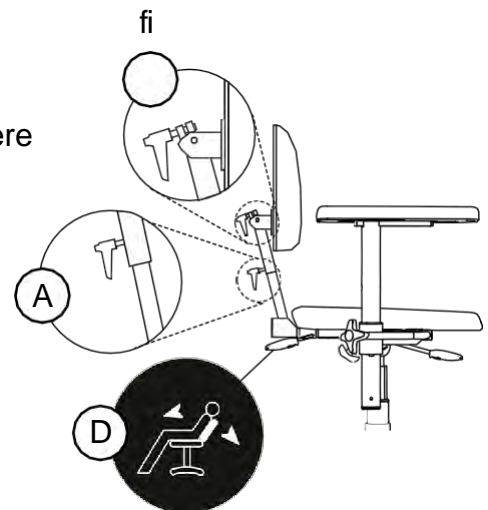

Fig. 5.43. Meccanismo dello schienale comfort.
Il meccanismo dello schienale è dotato di una funzione di schienale controllata da una molla a gas (D), vedi Fig. 5.43. La funzione di schienale controllata da una molla a gas può essere regolata tramite un elemento di comando